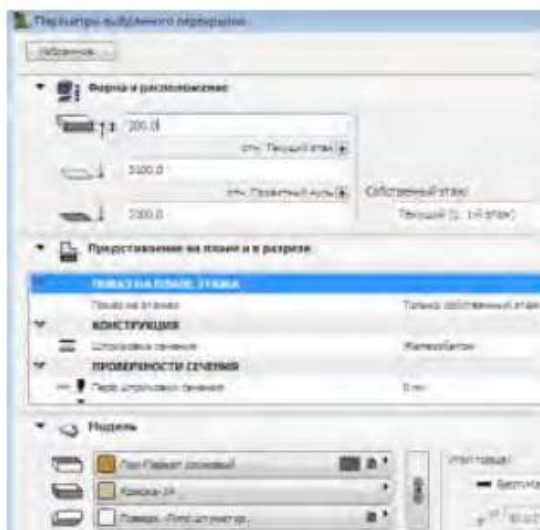
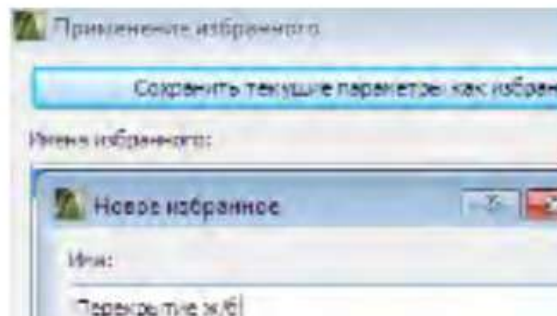

Рисунок 8.3
Рисунок 8.4
2. Выберите инструмент **Перекрытие** и затем установите его параметры в соответствии с геометрическими характеристиками (рисунок 8.3), определенными для наружных стен индивидуальным заданием на проектирование. Сохраните их в избранном под именем **Перекрытие ж/б** (рисунок 8.4).